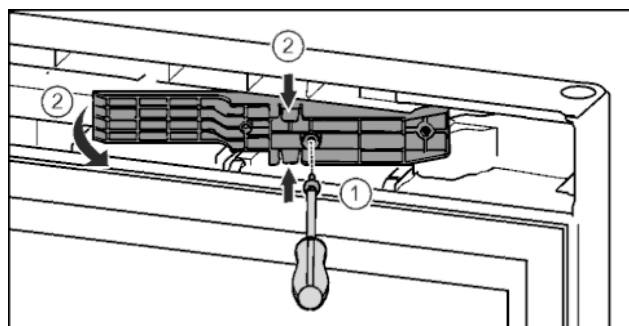

Fig. 15\*
- Отпустить винты отверткой T15. Fig. 15 (1)\*
- Извлечь деталь адаптера. Fig. 15 (2)\*